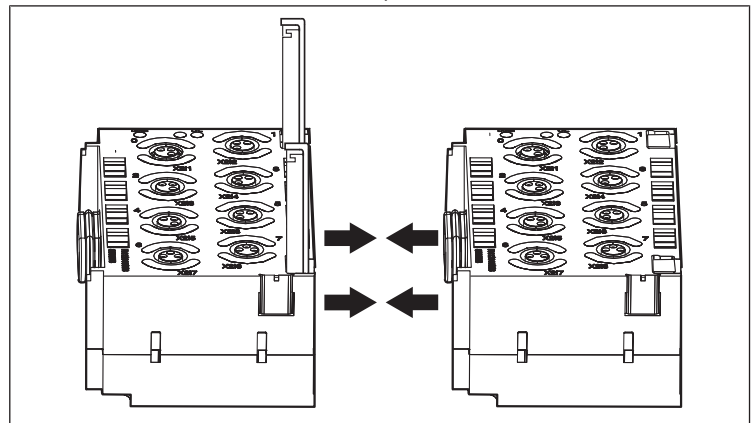

Fig. 10: Unión de módulos
4. Coloque el módulo E/S nuevo sobre la superficie de montaje y deslícelo hacia la derecha sobre la unidad (véase Fig. 10: Unión de módulos).
4. Coloque el módulo E/S nuevo sobre la superficie de montaje y deslícelo hacia la derecha sobre el último módulo E/S (véase Fig. 10: Unión de módulos).